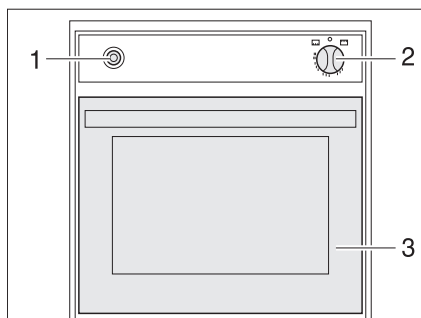

Fig. 191 Four à gaz (Spinflo)
- Ouvrir complètement la porte du four (Fig. 191,3).
- Enfoncer légèrement le bouton tournant (Fig. 191,2) et le placer sur "four" ou "GRILL" (grill).
- Enfoncer le bouton tournant (Fig. 191,2) et le maintenir enfoncé pendant 5 à 10 secondes. Le gaz s'écoule vers le brûleur.
- Appuyer plusieurs fois sur l'interrupteur d'allumage (Fig. 191,1) jusqu'à ce que la flamme se consume.
- Tourner le bouton tournant (Fig. 191,2) sur "O". La flamme s'éteint.